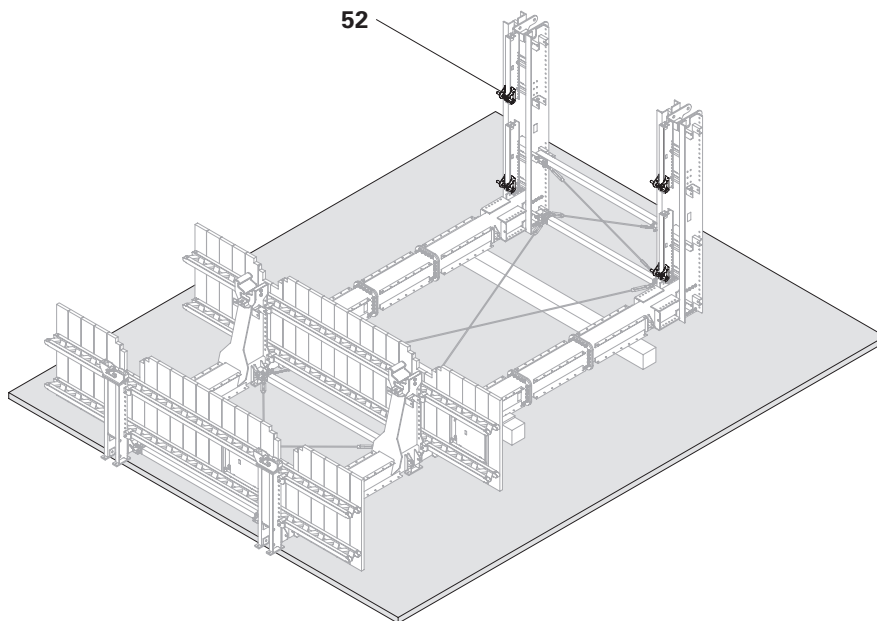

Fig. B5.08
7. Girare ed estrarre la traversa di aggancio (52.1) dal carrello HTP (52) e far scorrere il carrello HTP (52) sulla trave per pannello 1110 ACS (50).
8. Stringere la traversa di aggancio (52.1) fino a portare le rotelle (52.2) a contatto con la flangia della trave per pannello 1110 ACS (50).
- (Fig. B5.08 – B5.12)